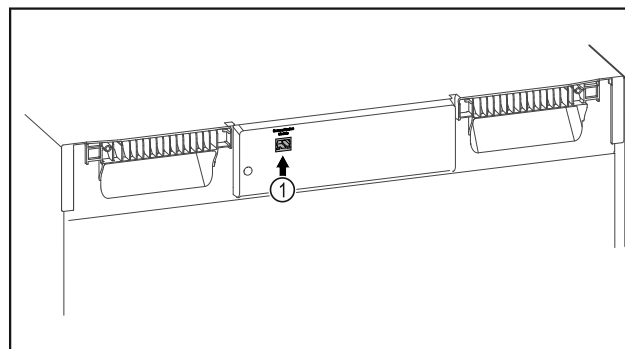

Fig. 138
- SmartModule Fig. 138 (1) ist eingesetzt.